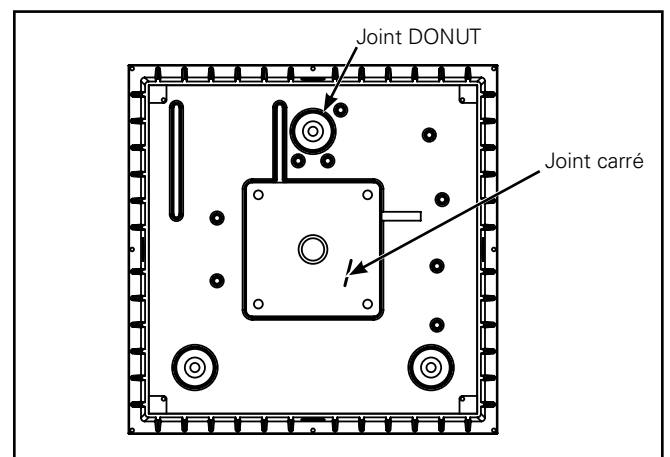

Figure 8.
- Découlez le support de chacun des trois joints d'étanchéité et appliquez-les à l'arrière du boîtier coulé à chacun des trois trous de montage (joint d'étanchéité sur un côté). Utilisez le joint carré pour sceller le boîtier coulé sur la boîte de jonction (Figure 8).